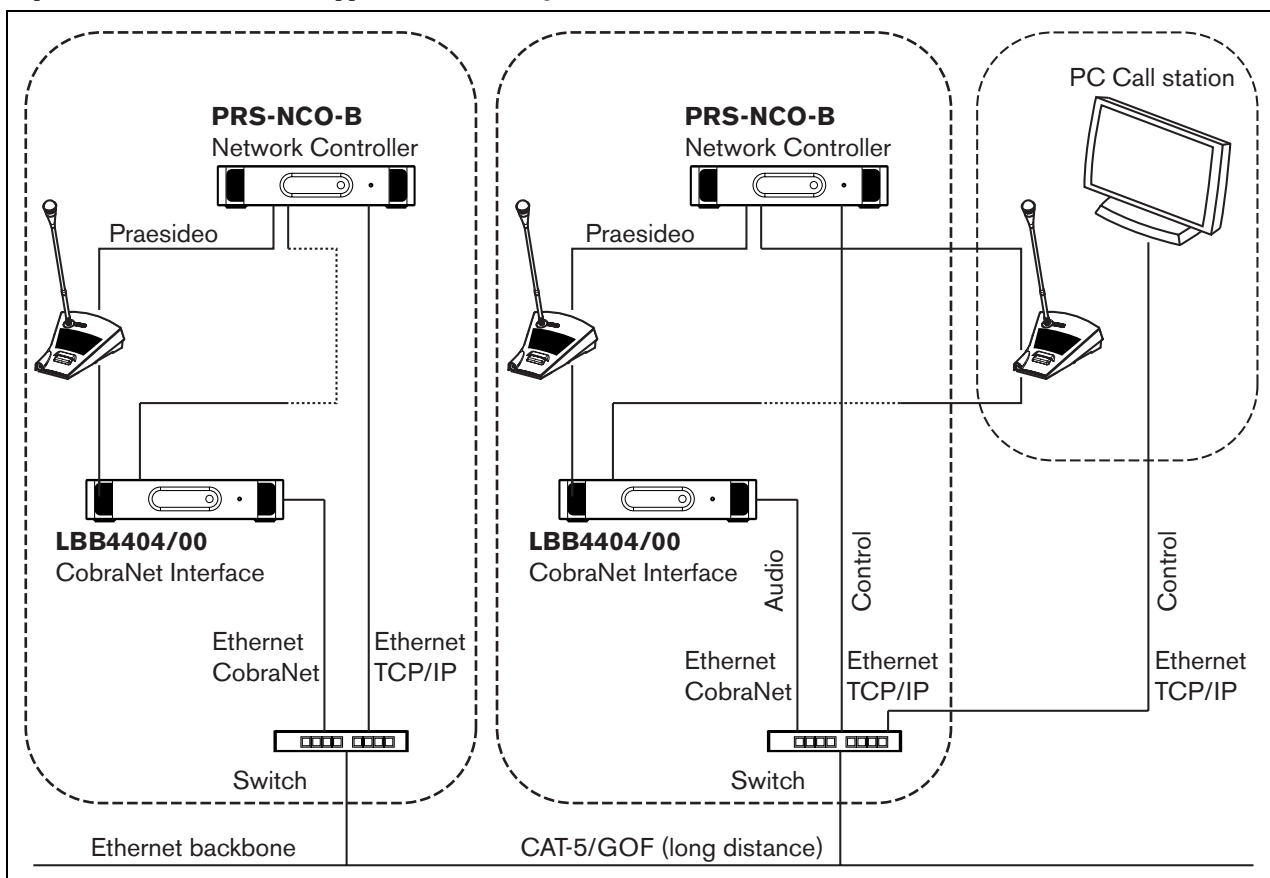

Abbildung 32.4: Verbindung von Systemen
- Anschluss von Praesideo-Systemen (siehe Beispiel Abbildung 32.4).